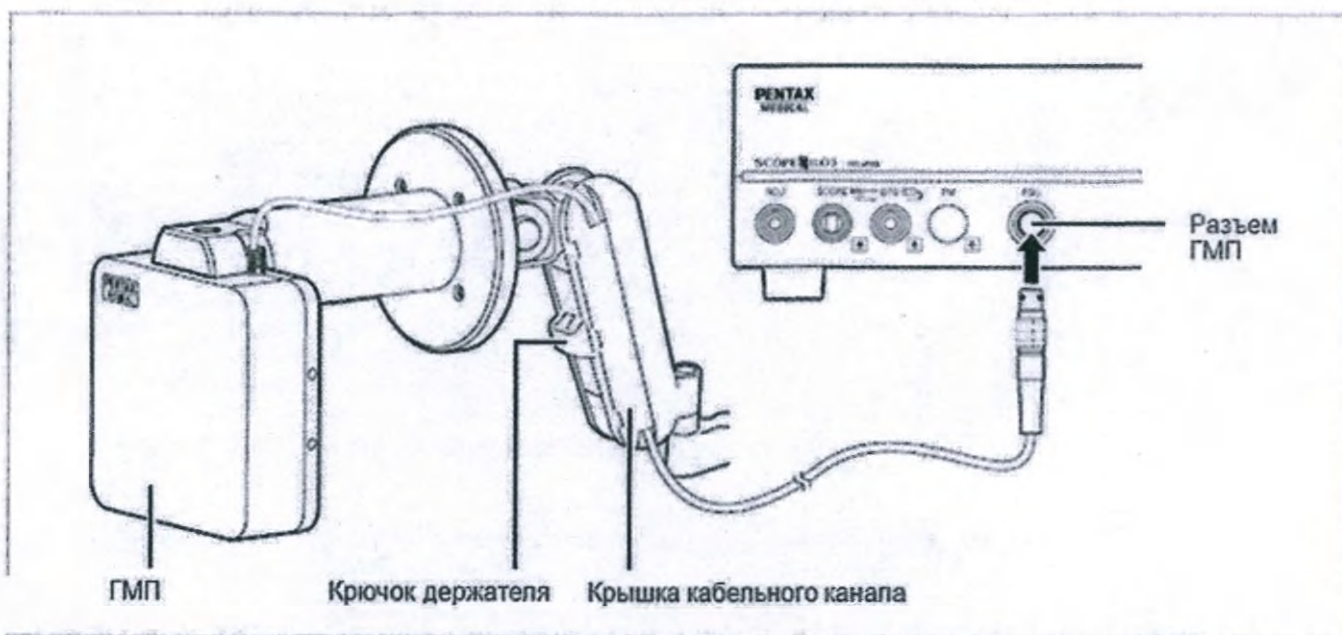

Рисунок 17. Схематические изображения. Подключение ГМП к УУН PENTAX Medical NCU-7000.
1. Подсоедините ГМП к разъему FGU (ГМП) на задней панели УУН (см. рисунок 17).
- Убедитесь, что кабель ГМП проложен в кабельном канале или через крючок держателя внутри кронштейна (см. рисунок 17). Если при использовании оборудования кабель остается не закрытым, то он может быть зажат во время регулировки положения кронштейна или касаться пациентов/операторов, приводя к их травмированию или повреждению оборудования.